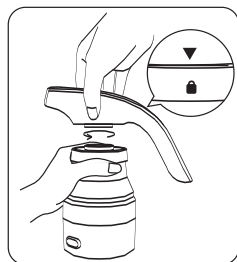

рис.2
6.1.3 Установите корпус на контейнер для воды и поверните по часовой стрелке в сторону значка «☑» до фиксации (рис.2). Электроприбор готов к использованию.